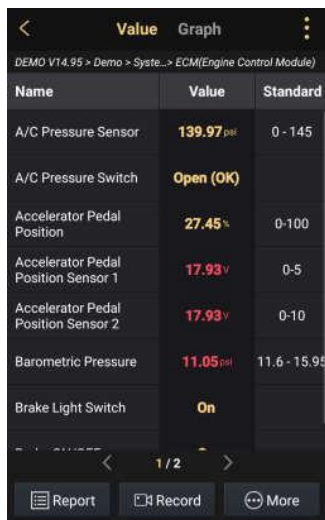

Рис. 5-19
После выбора пунктов на странице нажмите «Confirm» для входа в окно с потоком данных. См. рис. 5.19.
- ✓ Цифровой – режим, принятый по умолчанию, для отображения параметров в текстовой форме, в формате списка на рис. 5-19.